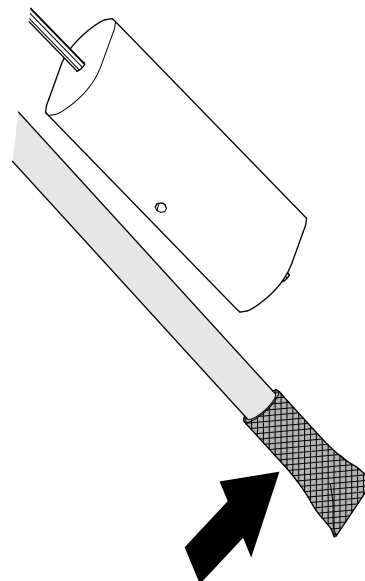

Рисунок 91
1. Очистите сетчатый фильтр на конце топливозаборной трубы (Рисунок 91).